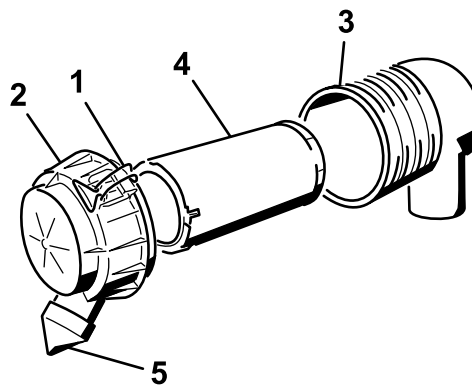

Figure 20
3. Déverrouillez le filtre à air et détachez le couvercle du boîtier du filtre (Figure 20).
6. Sortez l'élément filtrant du boîtier du filtre avec précaution (Figure 20).
8. Installez l'élément filtrant avec précaution (Figure 20).
9. Reposez le couvercle du filtre à air, le capuchon protecteur dirigé vers le bas, et fermez les verrous (Figure 20).